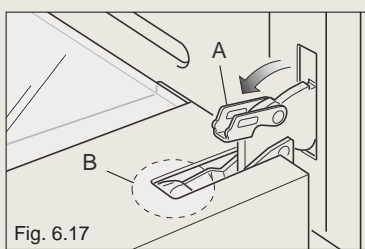
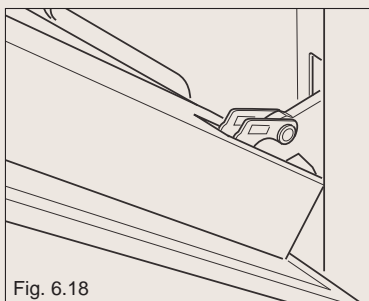

Fig. 6.17
Fig. 6.18
- * Ouvrez entièrement le levier "A" sur les charnières de gauche et de droite (fig. 6.17).
- * Refermez doucement la porte (fig. 6.18) jusqu'à ce que les charnières gauche et droite s'accrochent sur la partie "B" de la porte (fig. 6.17).